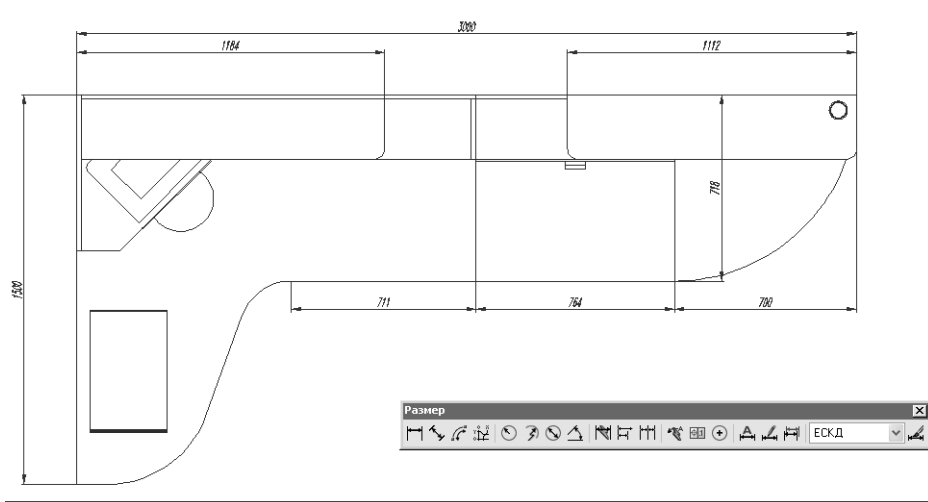

Рис. 11.20 ▼ Размер, созданный с использованием режима **Вертикальный** (VERTICAL)
- AutoCAD создаст вертикальный размер, ориентация которого теперь не будет зависеть от расположения указателя-перекрестия – вам останется лишь указать место расположения размера (рис. 11.20).